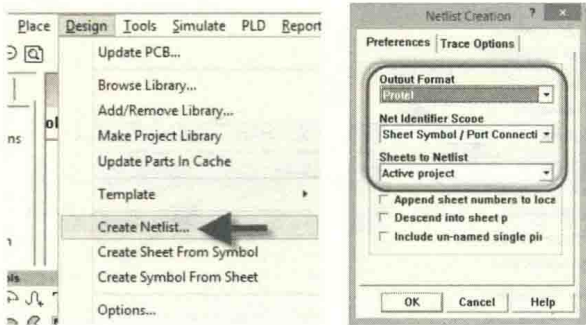

图 7-11 Protel 网表输出
(1) 用 Protel 打开原理图, 在原理图界面执行菜单命令“Design>Create Netlist...”, 如图 7-11 所示, 选择输出“Protel”的网表格式, 并选择应用范围“Active project”, 单击“OK”按钮, 即可进行网表输出。
(2) 在输出的网表上单击鼠标右键, 选择“Export...”命令, 可以对产生的网表设置路径